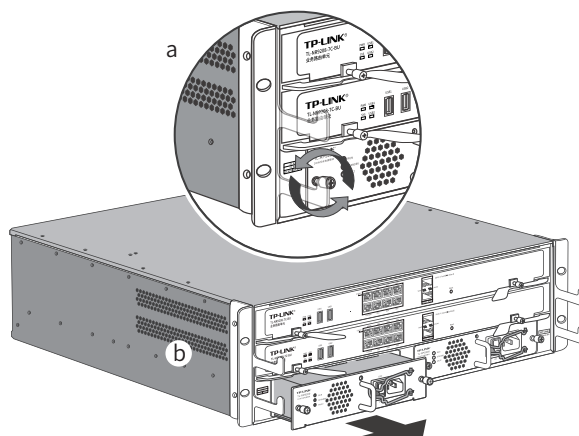

图4-3 拆卸电源模块示意图
- 4. 拆卸电源模块。拧松电源模块上两侧的松不脱螺钉，将电源模块沿着插槽的导轨轻轻拉出，直到完全脱离插槽为止。如图4-3所示。